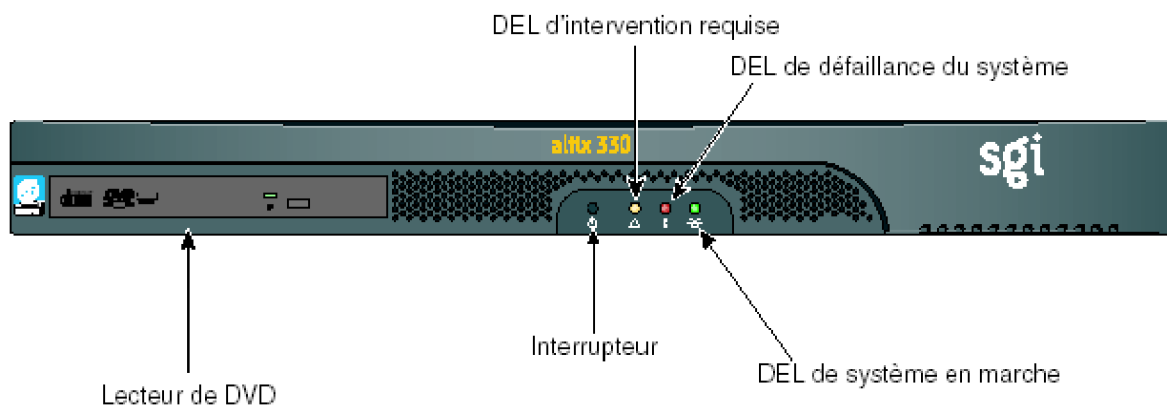

Figure 1-2 Vue avant du système
- La figure 1-2 à la page 7, qui présente une vue de face du système.